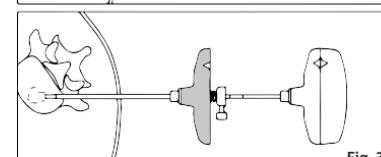

Fig. 3
FIG. 3 Con la siringa rimossa, inserire l'impugnatura (B) nel riempitivo (A) e spingere attentamente fino a quando incontra l'estremità luer del riempitivo (A), mentre si monitora il flusso di cemento con diagnostica per immagini.